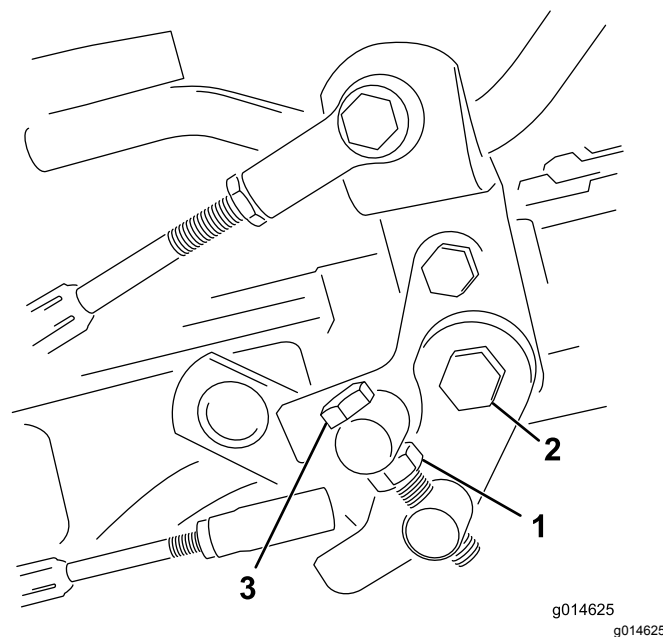

Рисунок 37
1. Ослабьте контргайку на болте цапфы (Рисунок 37).
4. Чтобы зафиксировать регулировку, затяните контргайку на болте цапфы и гайку на шарнире педали (Рисунок 37). Проверьте регулировку и при необходимости повторите ее.